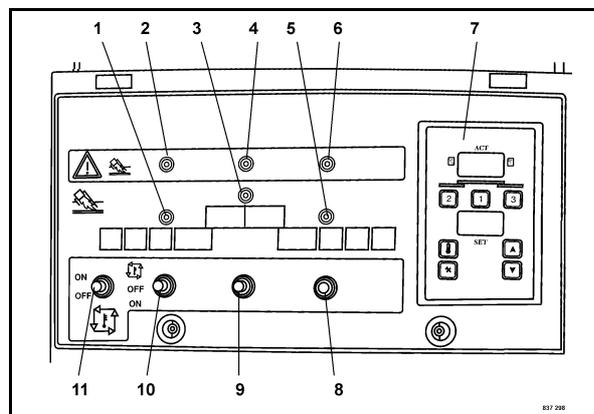

Fig. 125
- Accendere i bruciatori 8, 9 e 10 (Fig. 125).